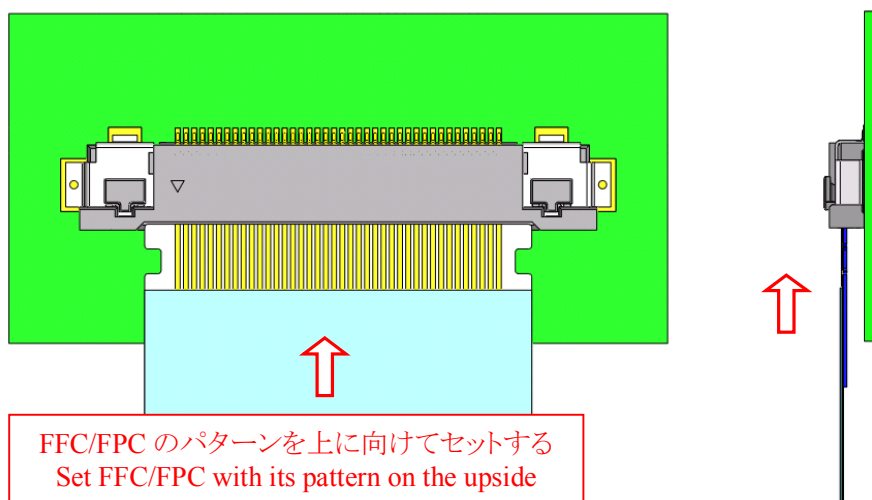

図. 2-1 FFC/FPC 挿入方法 1 / Fig.2-1 FFC/FPC inserting method 1
- ① 図 2-1 の様に、FFC/FPC のパターンを上に向けて挿入間口に対し水平にセットする。
Please set FFC/FPC to the connector horizontally with its pattern on the upside as shown in Fig.2-1